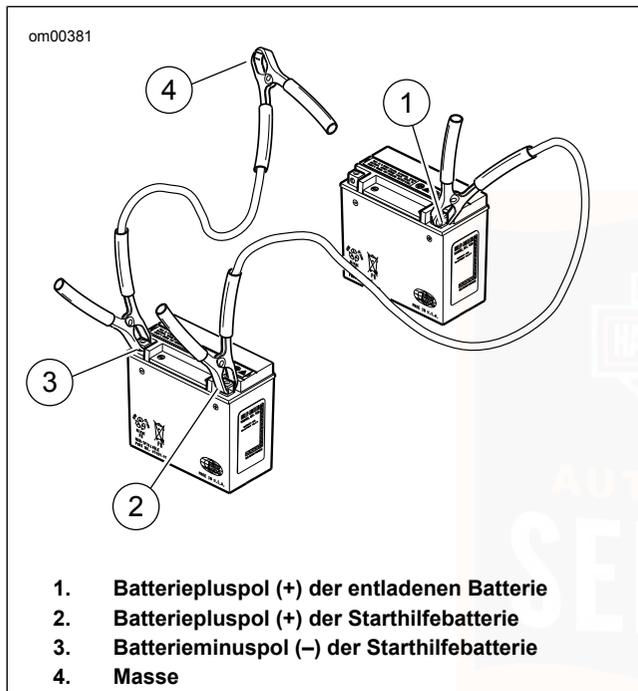

Abbildung 59. Überbrückungskabelanschlüsse
1. Siehe Abbildung 59. Ein Ende des Überbrückungskabels am Batteriepluspol (+) (1) der **ENTLADENEN** Batterie anschließen.
2. Das andere Ende des gleichen Kabels an den Batteriepluspol (+) (2) der **STARHILFEBATTERIE** anschließen.